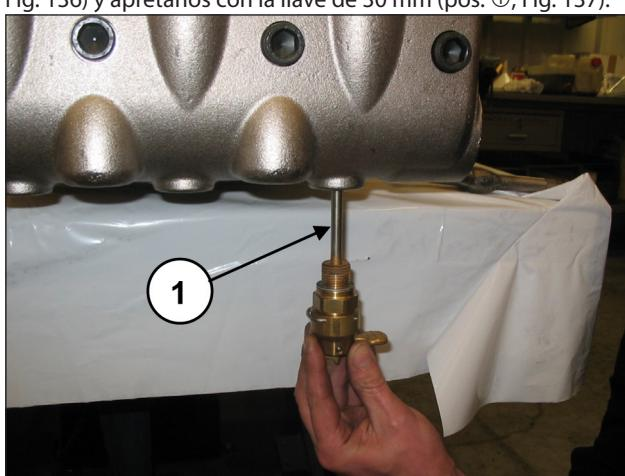
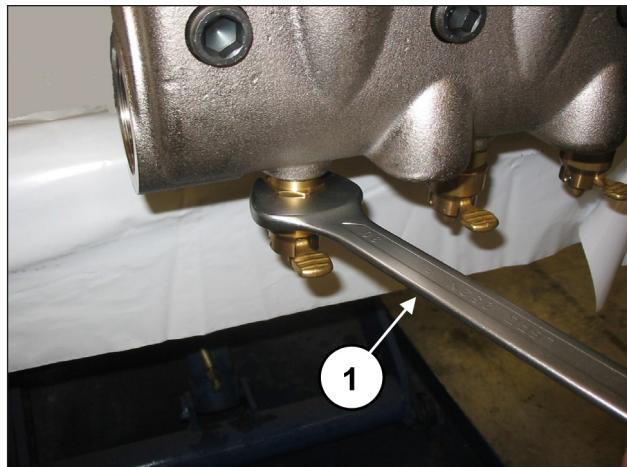

Fig. 136
Fig. 137
Aplicar los dispositivos de apertura de las válvulas (pos. ①, Fig. 136) y apretarlos con la llave de 30 mm (pos. ①, Fig. 137).